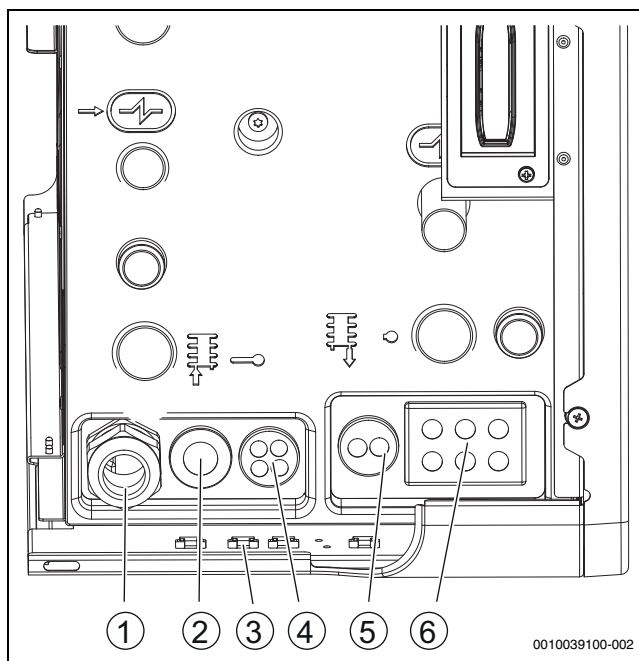
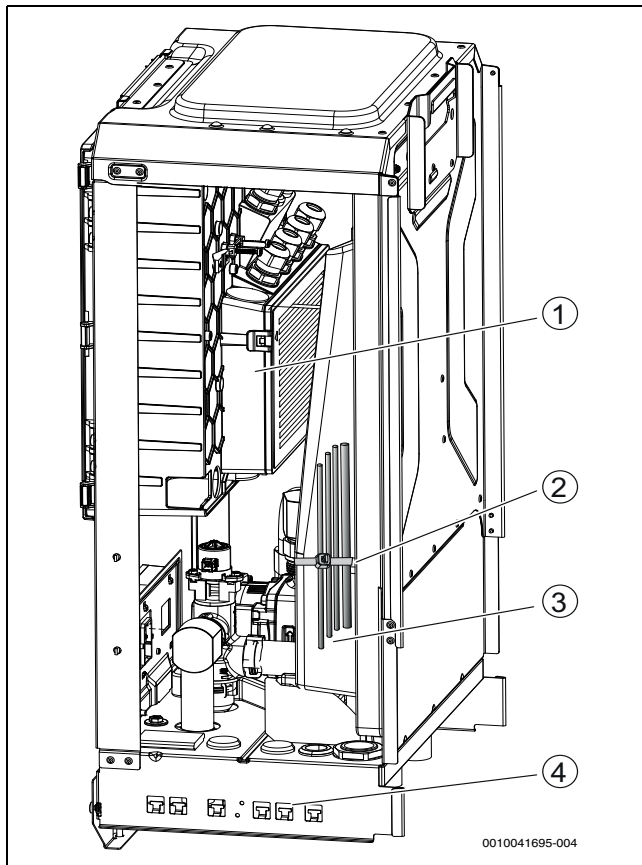

Fig. 25 Entrées de câbles vers l'unité intérieure
Fig. 26 Chemin de câbles
- Faire passer les câbles de raccordement sur les presse-câbles situés à l'arrière de l'unité intérieure. Voir la figure 25 pour l'ordre correct des câbles.
- Fixer les câbles avec des attaches de câbles sur les points de fixation (→Figure 25 [3], Figure 26 [2], [4]). Éviter de croiser les câbles.
- Acheminer et fixer les câbles dans l'unité intérieure (→Figure 26).
- Après l'insertion des câbles, serrer le presse-étoupe de câbles (→Figure 25 [1])